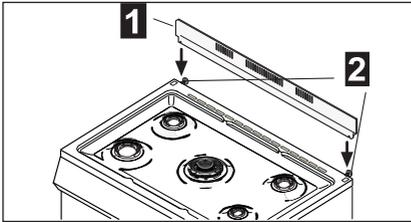

fig. 4
- **pieds réglables**, pour vous permettre de régler la hauteur et la mise à niveau de la cuisinière par rapport aux autres meubles. Il suffit de visser ou dévisser les pieds pour le réglage (fig. 4).